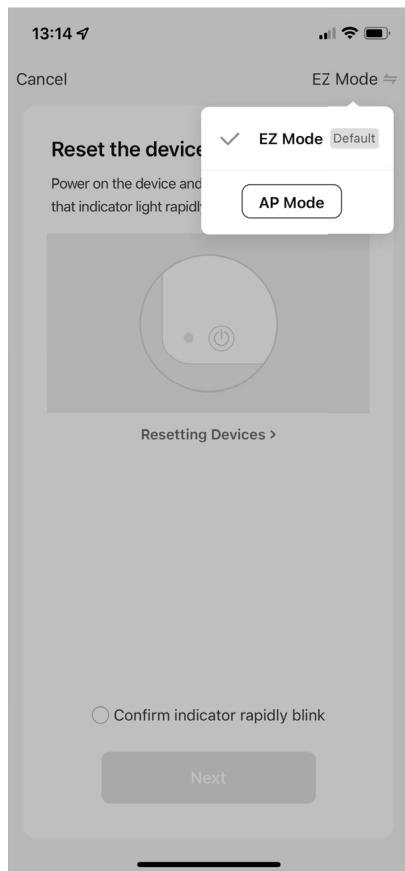

Afb. 3
- Voer in de volgende stap het wachtwoord van uw wifinetwerk in (zie **afb. 3**) en druk vervolgens op **VOLGENDE**.